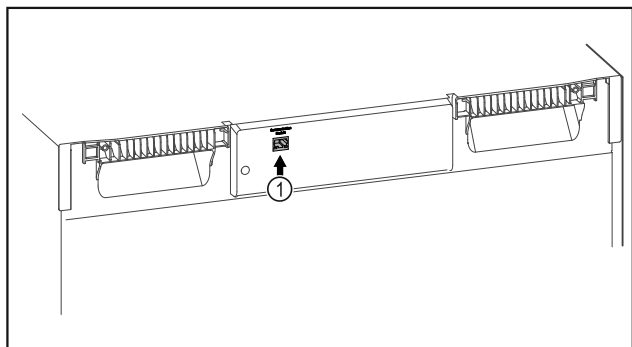

Fig. 107
- Moduli SmartModule Fig. 107 (1) është vendosur.